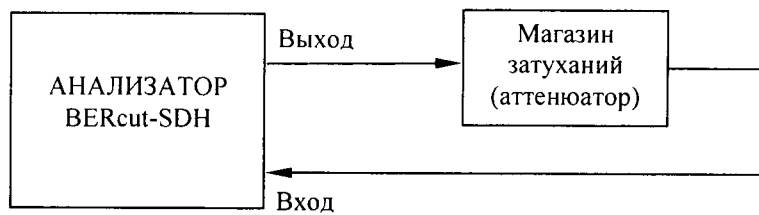

Рисунок 1 Определение чувствительности входа приемника на электрических интерфейсах
7.5 Определение чувствительности приемника (максимального затухания сигнала на входе относительно номинального уровня) производят для E1, E3 и STM-1 по схеме рис. 1 на разъемах электрических интерфейсов RJ48 (для E1) и BNC, установив на вкладке *Интерфейс* позицию *Чувств приемника (Termination)* на *Монитор (Monitor)*, путем проверки функционирования анализатора на отсутствие ошибок при включении "на себя" через магазин затуханий (или аттенюатор).